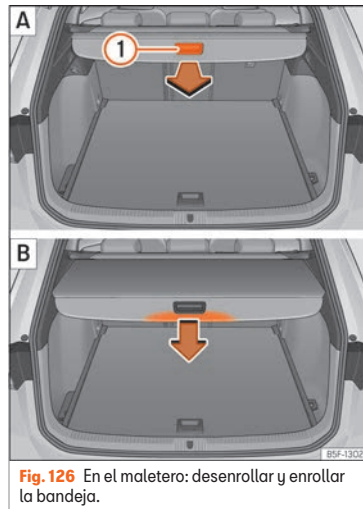

Fig. 126 En el maletero: desenrollar y enrollar la bandeja.
- Tire uniformemente de la bandeja por el asidero »» fig. 126 ① [A] hacia atrás y extrágala hasta el tope hasta que encastre de forma audible.
- Presione sobre el asidero de la bandeja en el sentido de la flecha hasta desbloquearla »» fig. 126 [B].